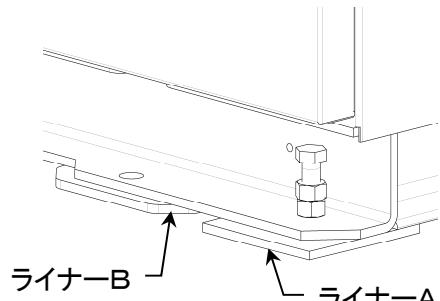

図4-3
- 1) 本機据付ベッドチャンネルに溶接された前後4箇所のボルト(M12)の下、及びアンカー固定板4箇所の下に附属の鉄板製ライナーを敷き機械をその上に据付けます。(図4-3)